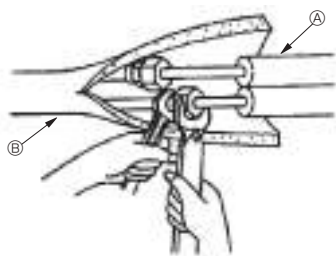

Fig. 4-4
4.4. Trabalho de instalação da tubagem de refrigerante (Fig. 4-4)